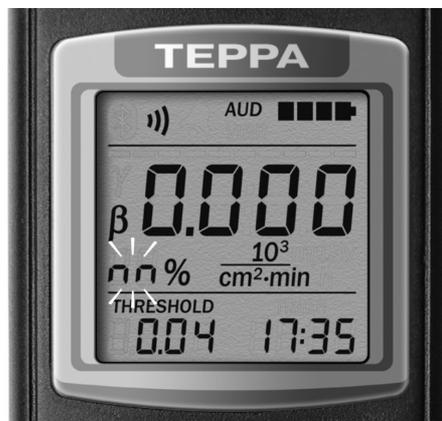

Рисунок 2.15 – Перезапуск измерения
2.3.5.4 Если продолжать удерживать кнопку «ПОРОГ», то через следующие 2 с символы «Arch» исчезнут с ЖКИ и произойдет перезапуск измерения, как показано на рисунок 2.15.